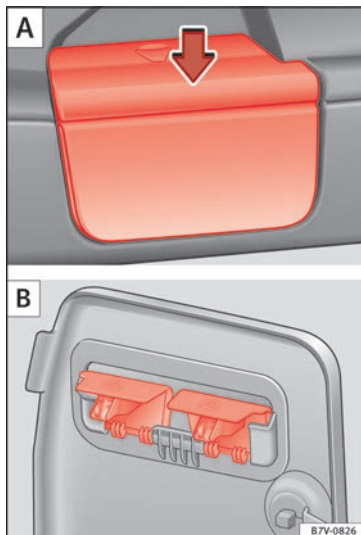

Fig. 165 Retirez les supports de la plage arrière A et rangez-les dans un endroit sûr B.
- Retirez la plage arrière du support des revêtements latéraux » » **fig. 165 A**. Appuyez pour cela sur la plage arrière vers le bas (flèche) et retirez-la.
- Ouvrez le compartiment du revêtement latéral gauche arrière du coffre à bagages » » **page 176** et accrochez la plage arrière à la partie arrière du cache du compartiment » » **fig. 165 B**.